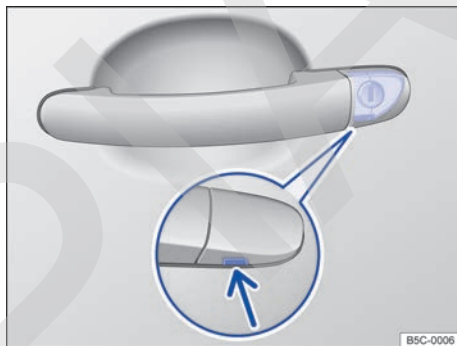

Fig. 54 Manilla de la puerta del conductor: bombín de la cerradura oculto.
- Introduzca el paletón de la llave, por abajo, en el orificio que hay en la caperuza de la manilla de la puerta del conductor → fig. 54 (flecha).